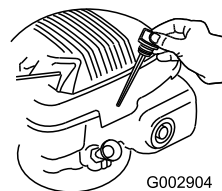

Figura 38
3. Retire la varilla (Figura 38).